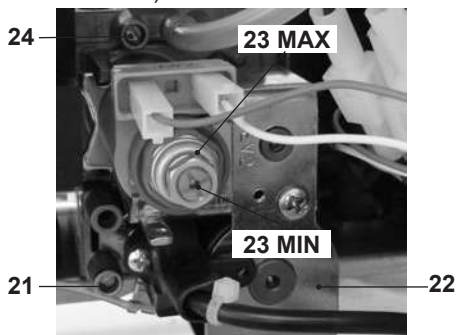

Fig. 7.10
- Confrontare il valore di pressione misurato con quello indicato nelle tabelle "Pressione gas massima al bruciatore" Fig. 7.11. Per tarare la pressione al bruciatore agire sul dado esagonale grande in ottone dell'operatore modulante 23 MAX in Fig. 7.10 (ruotando in senso orario la pressione aumenta).
sulla vite in plastica (23 MIN. in Fig. 7.10) tenendo fermo il dado esagonale in ottone grande (23 MAX. in Fig. 7.10) dell'operatore modulante (ruotando in senso orario la pressione aumenta).
- **Chiudere molto bene la presa di pressione 24 in Fig. 7.10.**
- Aprire la presa di pressione in Fig. 7.10 e collegare un manometro.